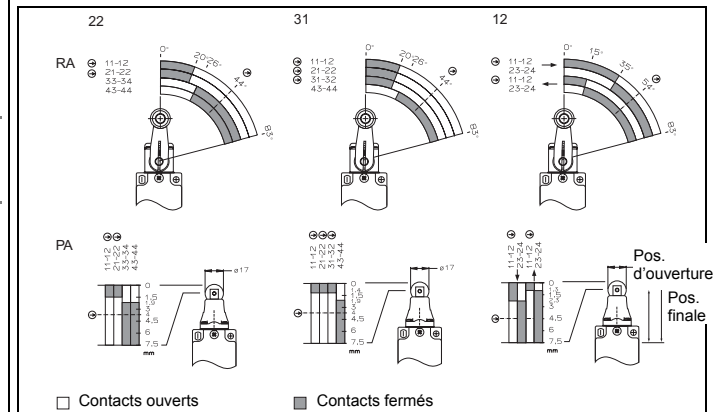

Fig. 1: Diagrammes des courses de couplage (RA = levier à galet, PA = poussoir à galet)
- Pour le positionnement des cames de commande, tenir compte des données fournies dans le diagramme des courses de couplage (fig. 1).